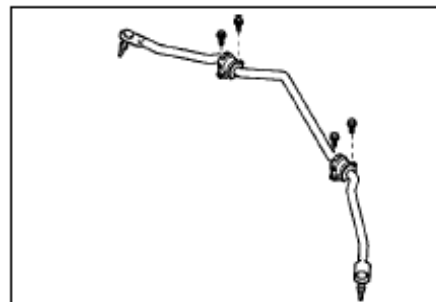

Рис. 195
- (1) Установите с помощью четырех болтов крепления передний стабилизатор(рис. 195)